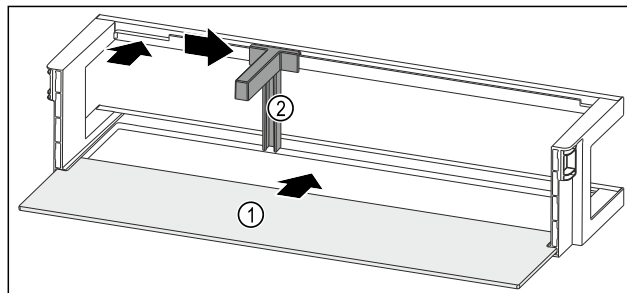

Fig. 279 Рафт на врата с рафт
- Вкарайте рафта Fig. 279 (1) в страничните прорези.
- Поставете преградата за бутилки Fig. 279 (2) в прореза.
- Плъзнете преградата за бутилки Fig. 279 (2) настрани до желаната позиция.